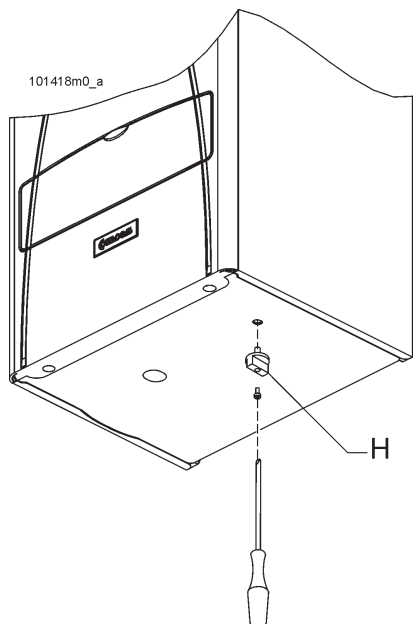

Figura 7 - Montaggio manopola rubinetto di carico
Al momento dell'installazione occorre montare la manopola di comando (H) del rubinetto di carico impianto del riscaldamento (vedi figura 7).